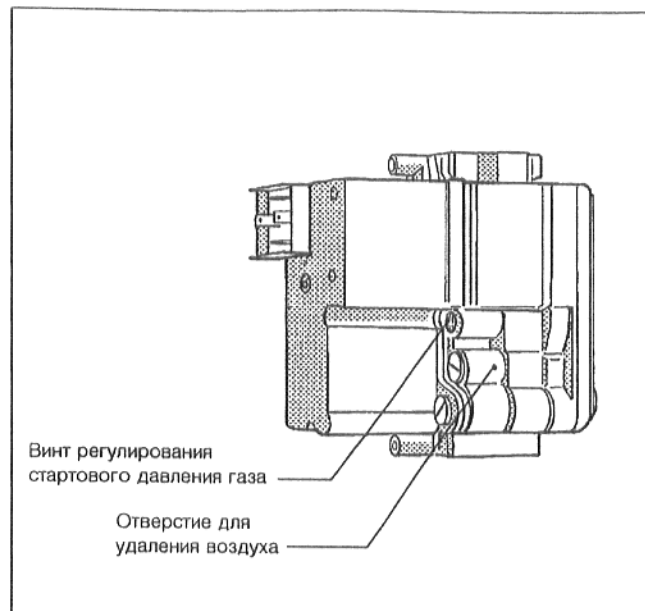

Рис. 35: Арматура газовой горелки "BM" 762-012
- Примерно через 10 секунд после открывания арматуры, о чем свидетельствует легкий щелчок, снять показания давления первой ступени на U-образной трубке манометра и посредством вращения винта регулирования стартового давления газа (Рис. 35) в положительном или отрицательном направлении осуществить настройку на